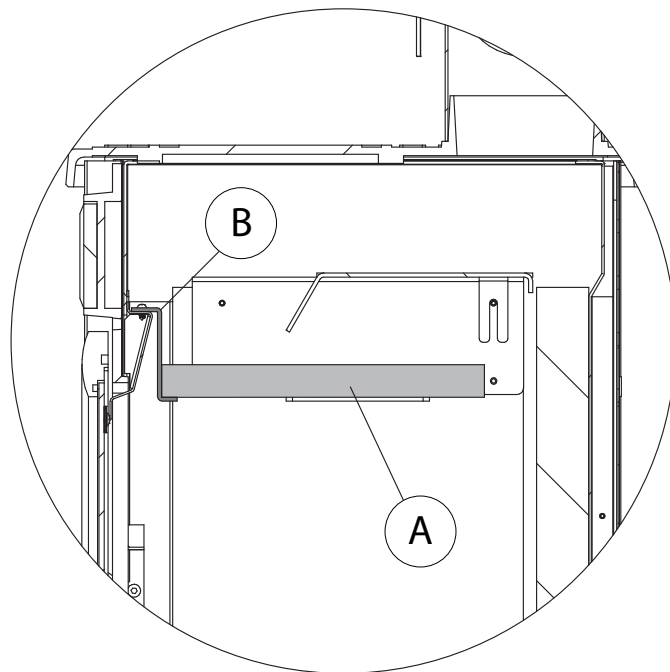

Abb. 6.2c
- Überprüfen, dass die internen Schamottsteine (**A**), die sich oben in der Brennkammer befinden, vollkommen auf der Halterung aufliegen (**B**) (**Abb. 6.2c**);